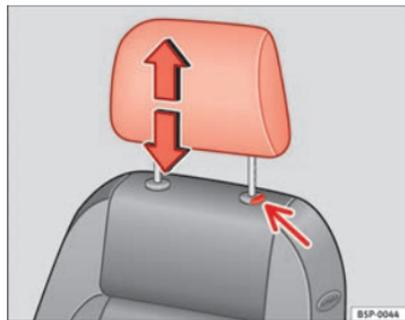

Fig. 70 Ajuste o desmontaje del apoyacabezas
- Pulse la tecla ⇒ fig. 70 (flecha).